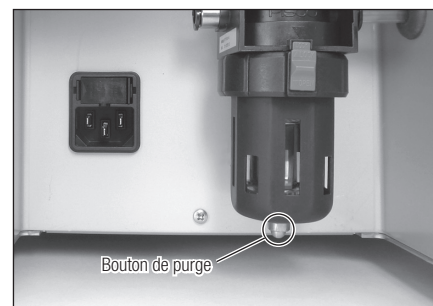

Fig. 27
- 1) Si de l'eau s'est accumulée dans le logement du filtre à air, appuyez sur le bouton de purge au bas de celui-ci pour purger le filtre à air (Fig. 27).